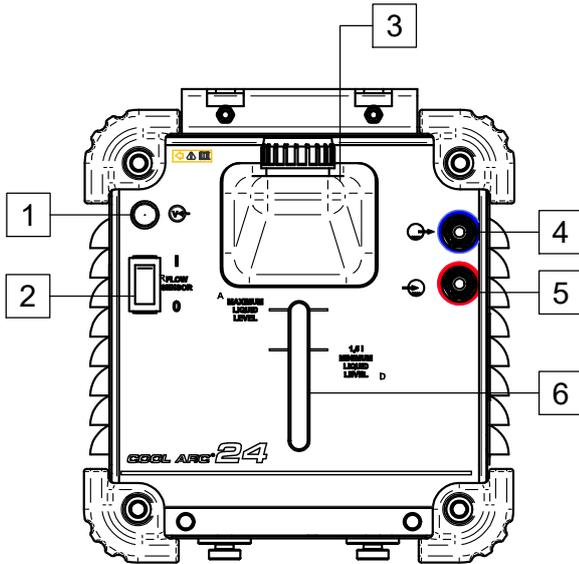

Figura 3
- Ligue os tubos de água do refrigerador às tomadas de entrada [5] e de saída [4] do refrigerador (Figura 3).